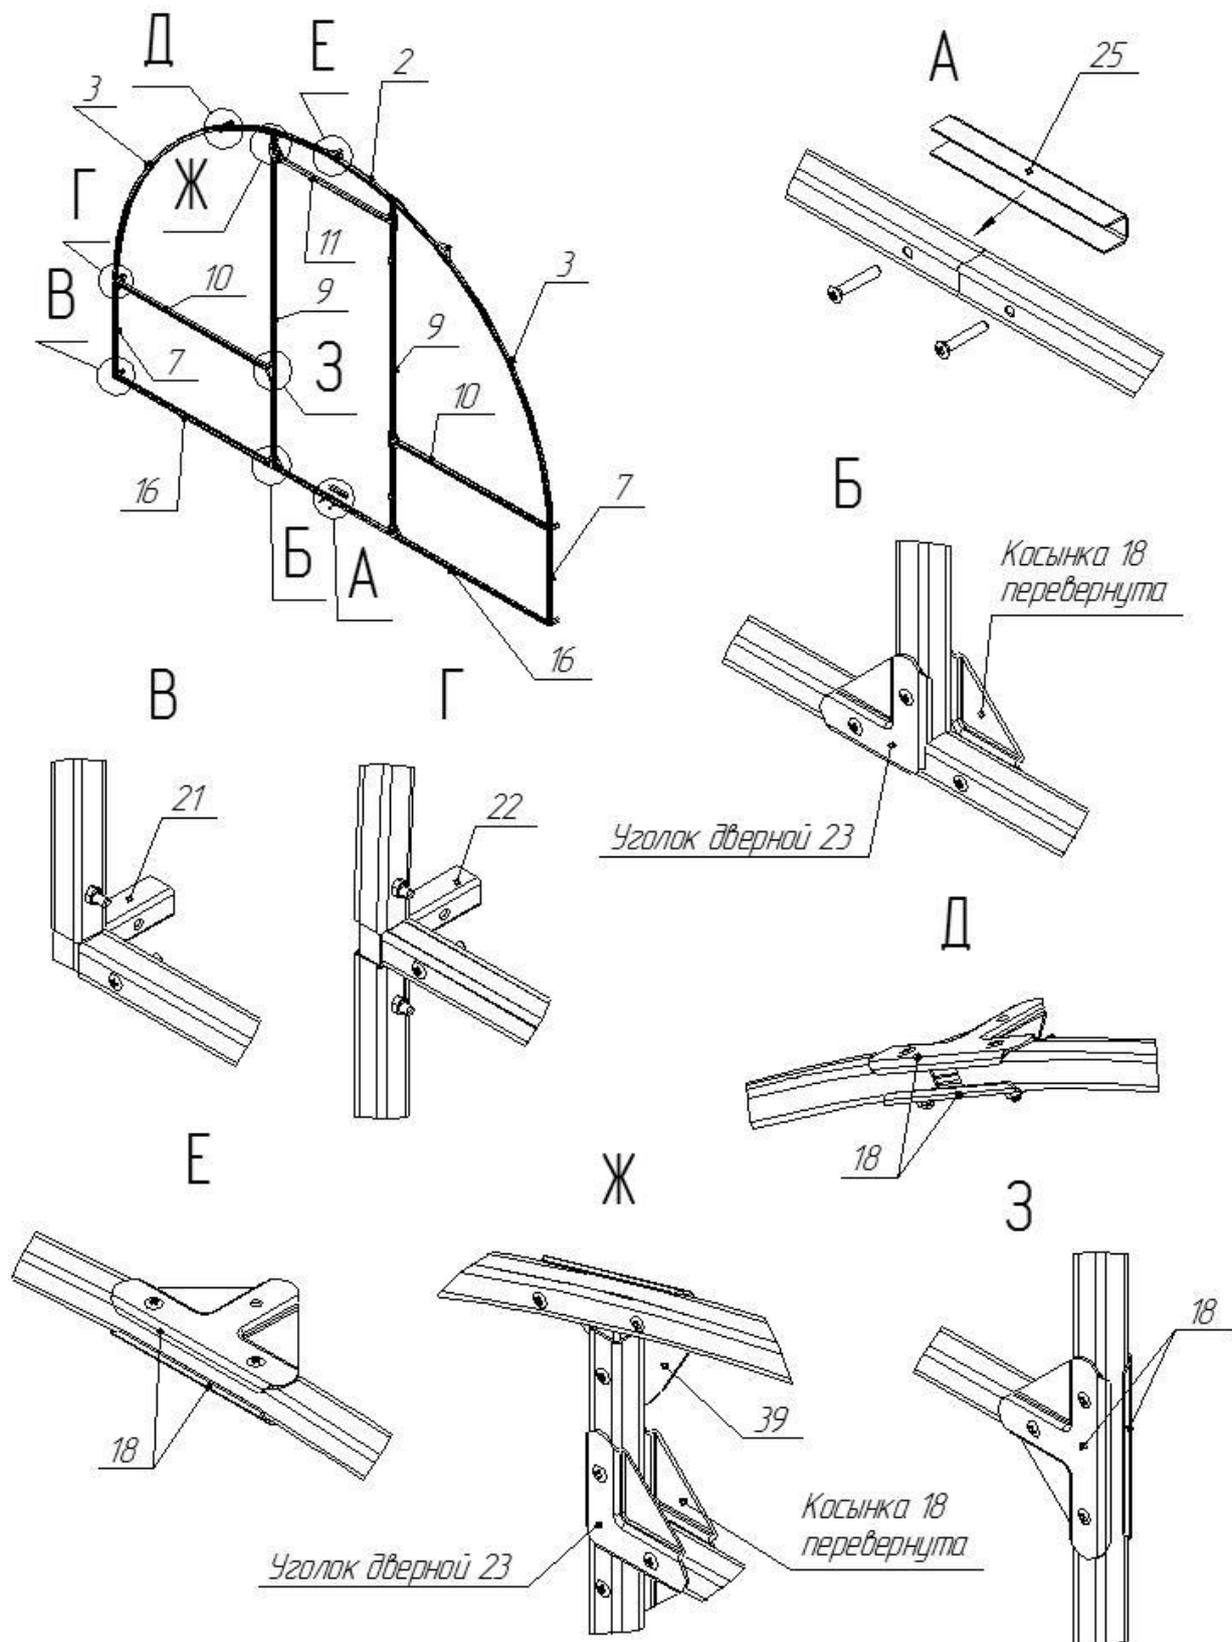

Рис. 1
- 6.1 Сборку каркаса следует начинать со сборки торцов (рис. 1). Каркас теплицы собирается при помощи винтов М5х30, винты М4х30 предназначены для навески дверей, форточек. Винт М4х40 предназначен для установки ручек.